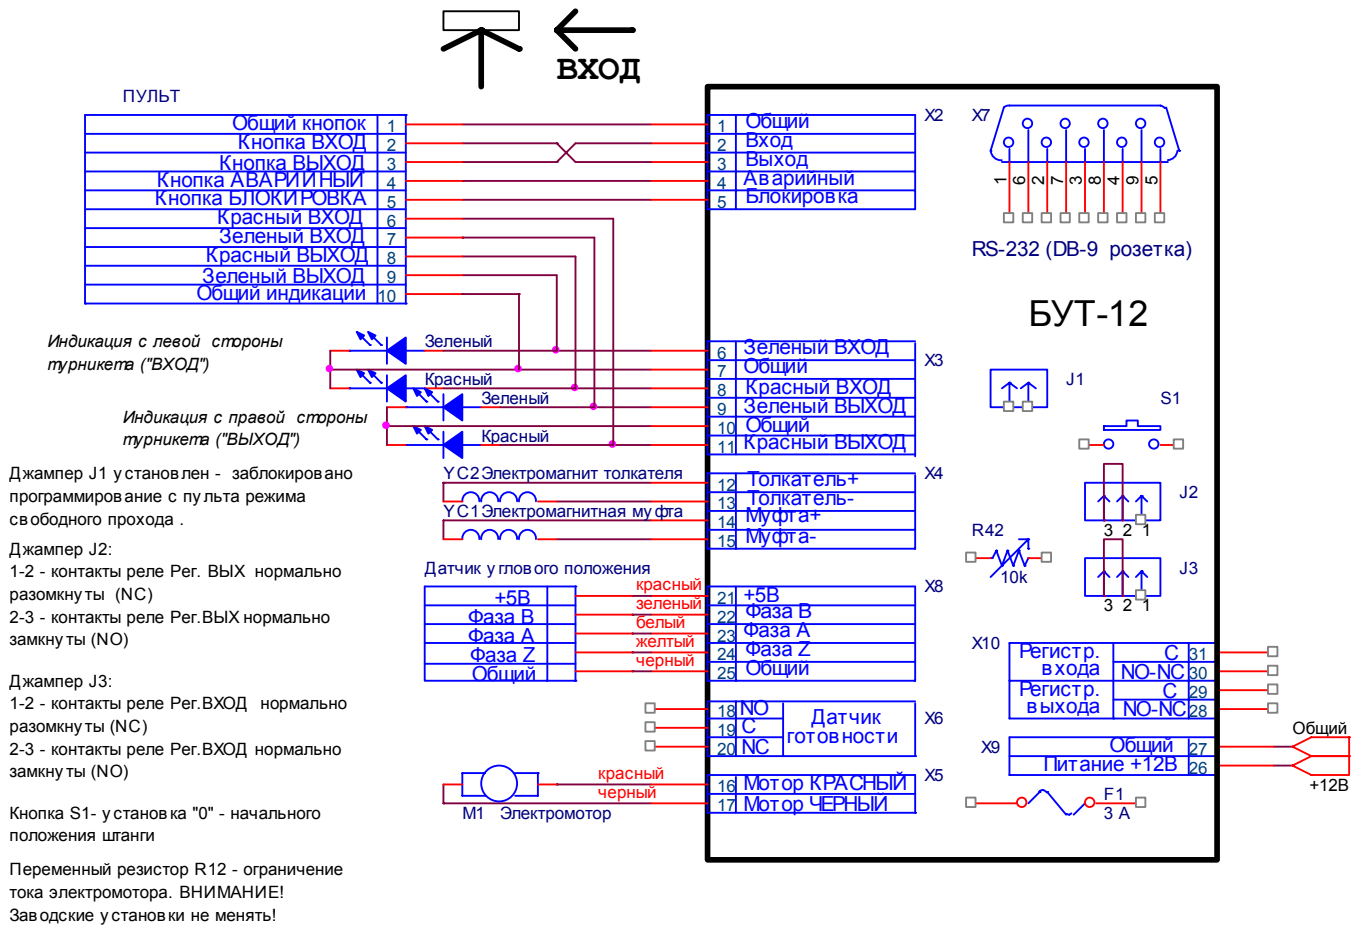

Рис. 7
5.6 Блок управления представляет собой плату, которая с помощью монтажных стоек крепится к внутреннему каркасу центральной секции. Подключение привода турникета, устройства индикации, пульта дистанционного управления и источника питания к блоку управления производится с помощью кабелей в соответствии со схемой подключения (см. рис.7).
6) Подключить кабели питания и ПДУ к ПУ турникета в соответствии с Рис. 7, заземлить корпуса турникетов. Заземление производить в соответствии с требованиями ПУЭ («Правил устройства электроустановок с напряжением до 1000 В»).
7) Подключить кабель СКУД к блоку управления турникета в соответствии с Рис.7.